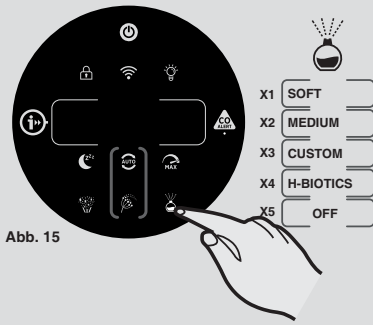

Abb. 15
**Diffusorfunktion: [Abb. 15]**